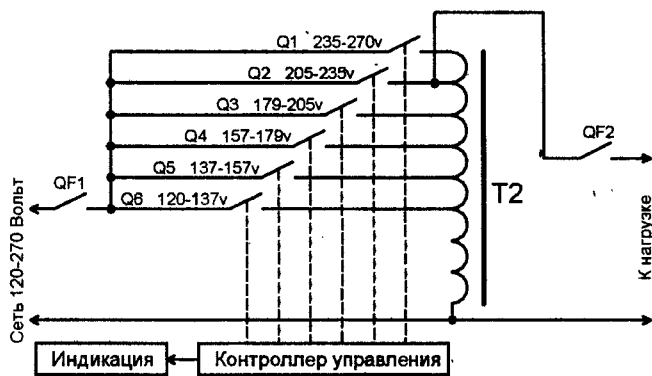

Рис. 8
1. Коммутация отводов "по входу" (рис. 8).